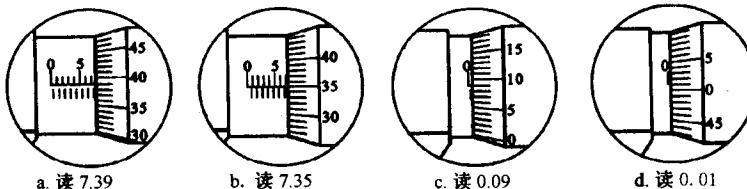

图 2-13 千分尺的读数方法
1. 外径千分尺的读数方法 被测工件尺寸 = 副尺所指的主尺上的整数(0.5 mm 的整数倍) + 主尺中线所指副尺的格数  $\times 0.01$ 。图 2-13 所示为千分尺的几种读数方法。